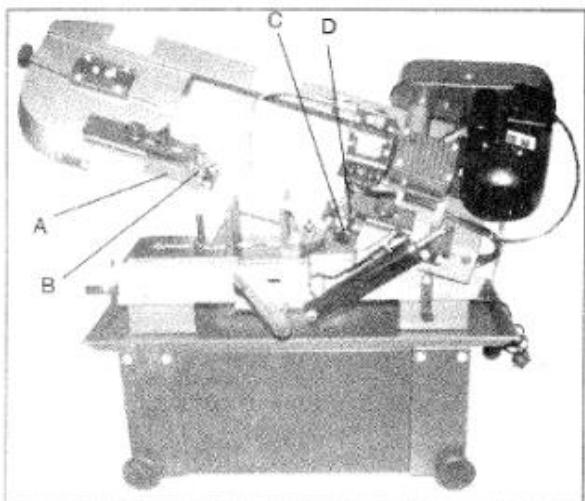

Рис. 10
3. Удалить красный защитный кожух полотна (A на рис. 10), открутив два винта (B).